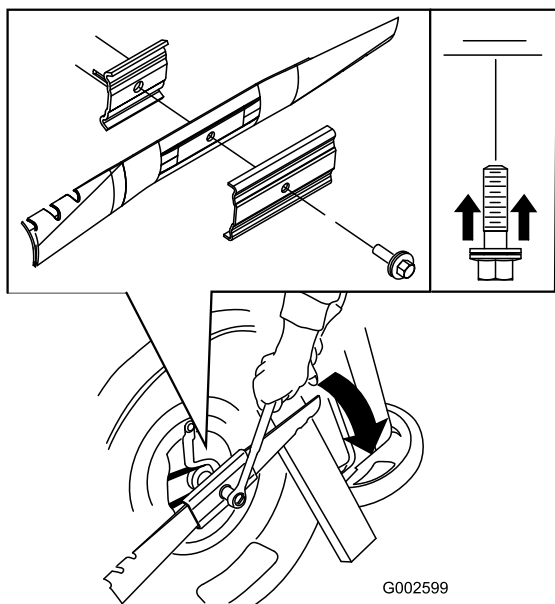

Figure 36
3. Immobilisez la lame avec un morceau de bois (Figure 36).
4. Déposez la lame mais ne jetez pas les fixations (Figure 36).
5. Montez la nouvelle lame et toutes les fixations (Figure 36).